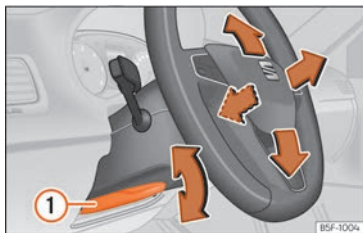

Fig. 24 Levier sur la partie inférieure latérale gauche de la colonne de direction.
- Régler la position du volant : tirez le levier » » **fig. 24** **1** jusqu'en bas, déplacez le volant sur la position désirée puis remontez le levier en position de verrouillage.